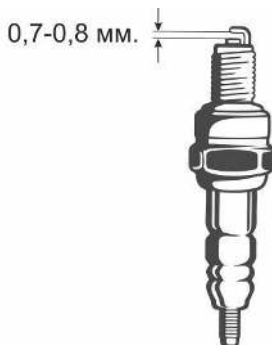

Рис. 14. Свеча зажигания.
4. Измерьте зазор между электродами свечи зажигания специальным щупом. Зазор должен быть 0,7-0,8 мм. (Рис. 14) При увеличении, или уменьшении требуемого зазора, рекомендуется заменить свечу, т.к. регулировка зазора может привести к изменению качества искрообразования.